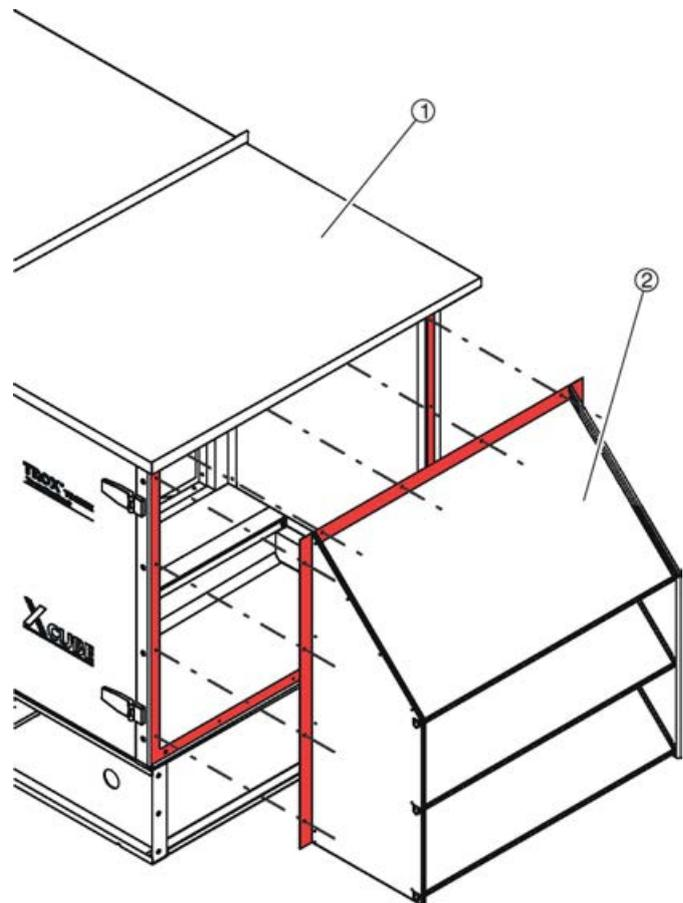

Abb. 24: Wetterschutzhaube positionieren
- Die Wetterschutzhaube (Abb. 24 /2) mit dem Lochbild deckend auf dem Gestellrahmen (Abb. 24 /1) positionieren.